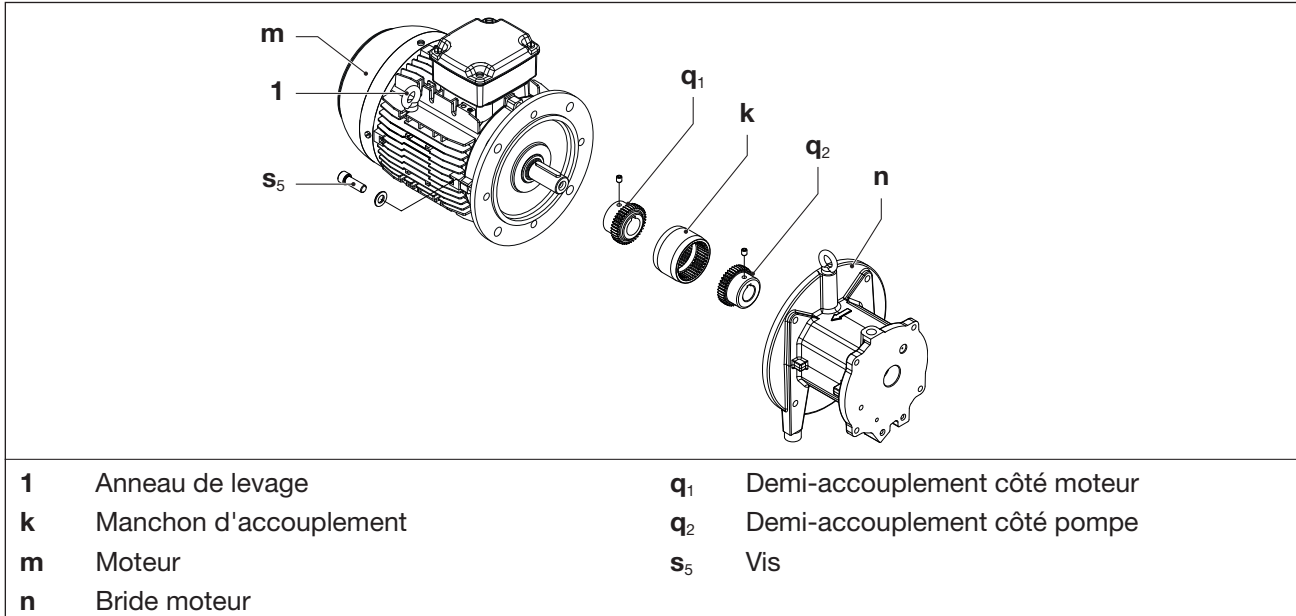

Fig. 10 Accouplement
Le manchon d'accouplement (Fig. 10/k) est sujet à l'usure et doit être contrôlé régulièrement (au moins 1 fois par an).
- b) Serrez à fond l'anneau de levage sur le moteur (Fig. 10/1).
- d) Desserrer les vis (Fig. 10/s₅) de la bride moteur (Fig. 10/n).
- e) Extrayez dans le sens axial le moteur avec le demi-accouplement côté moteur (Fig. 10/q₁) de la bride moteur (Fig. 10/n) et suspendez à l'aide d'un outil de levage.
- f) Contrôlez si le manchon (Fig. 10/k) présente des dommages et des traces d'usure et remplacez-le si nécessaire.
- g) Réinsérez le manchon et le moteur avec le demi-accouplement côté moteur dans le sens longitudinal et fixez à l'aide des vis (Fig. 10/s₅) sur la bride moteur (Fig. 10/n). Couple de serrage : 90 Nm